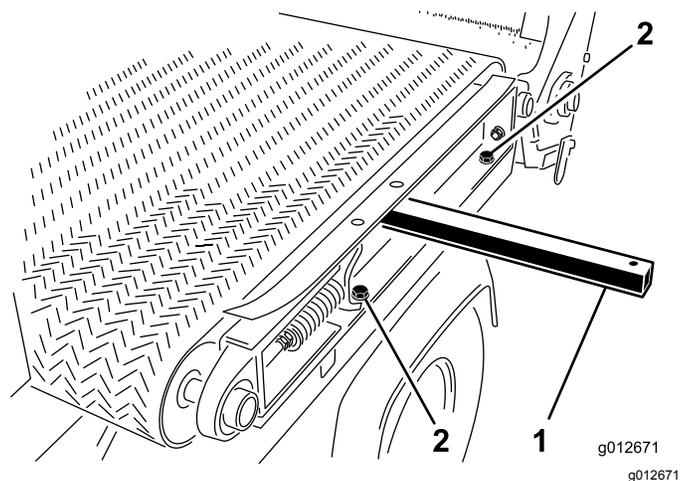

Figure 29
1. Sur le côté gauche de la machine, montez le rail du cadre coulissant sur l'aile gauche (Figure 29) avec les 2 vis et les 2 rondelles que vous avez retirées sous Démontage du plateau coulissant (page 24), et serrez les vis.